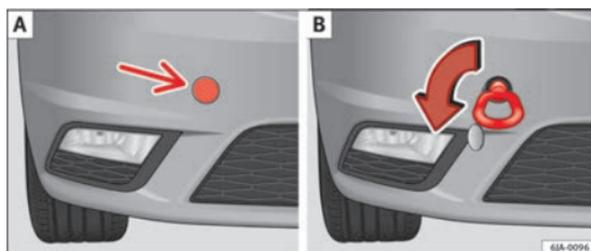

Fig. 145 Pare-chocs avant : cache/pose de l'œillet de remorquage
- Appuyez sur la partie gauche du cache à l'endroit indiqué par la flèche → fig. 145 - [A]. ▶
- Vissez l'œillet de remorquage à la main en le tournant vers la gauche jusqu'en butée ⇒ fig. 145 - [B].